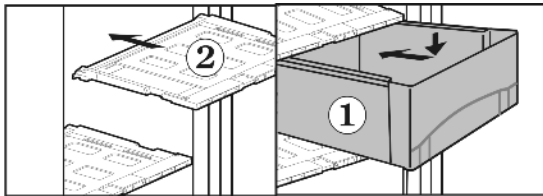

Fig. 17
- ▶ Colocación de la tapa del cajón Fig. 17 (2): introduzca los salientes de la tapa del cajón en los soportes de recepción traseros desde abajo y encaje la tapa en el soporte de apoyo delantero.
- ▶ Coloque los cajones Fig. 17 (1) sobre las guías y ciérrelos del todo hasta que oiga cómo encajan.